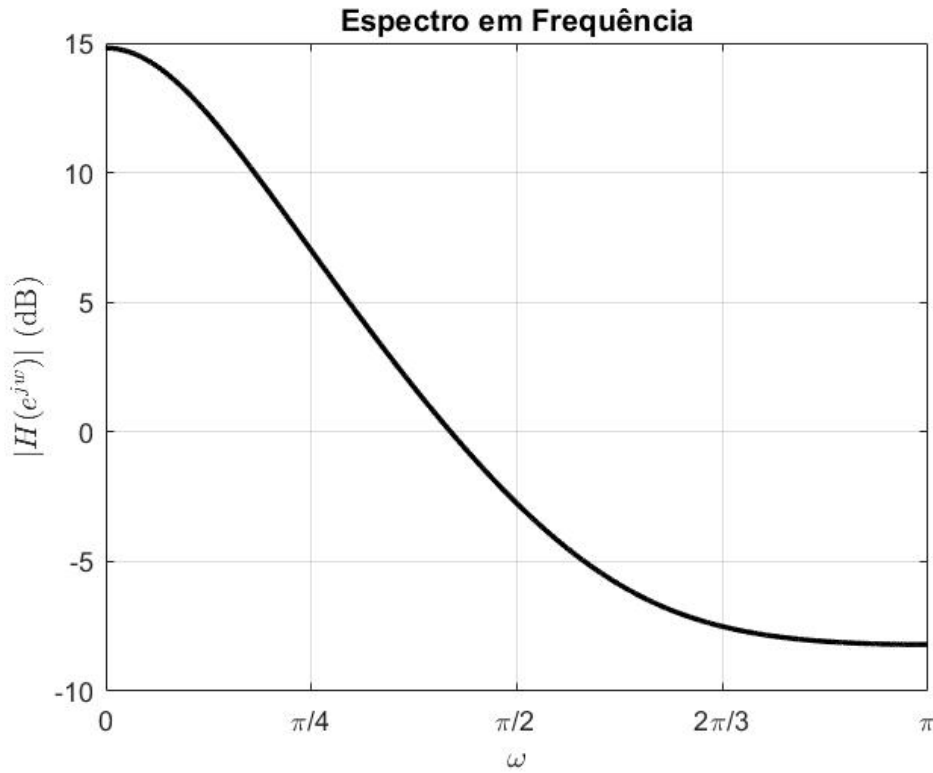

Figura 6: Espectro em frequência da equação de diferenças.
Dada a equação de diferenças tem-se, na Equação (4), sua forma após aplicar-se a Transformada Z. Para assim obter a equação de sua resposta em frequência como na Equação (6) e analisá-la no espectro da frequência como na Figura 6.
A resposta em frequência do sistema também pode ser escrita como mostrado na Equação (7), na qual observa-se a posição dos polos e zeros. Como há mais polos que zeros a primeira condição para a estabilidade foi obedecida, além de que os polos estão contidos no círculo de raio unitário. Também verifica-se da Figura 6 a estabilidade do sistema, uma vez que entradas limitadas gerarão saídas limitadas, que